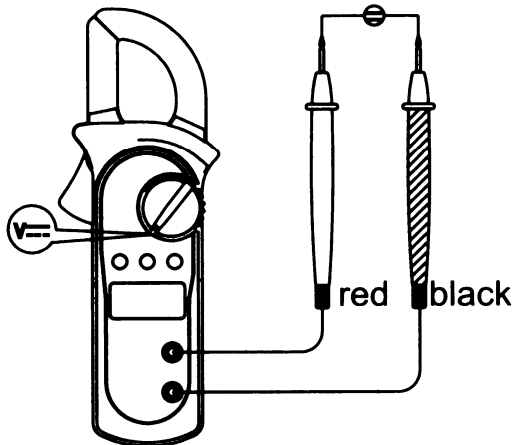

Рис. 3
A. Измерение постоянного напряжения (рис.3)